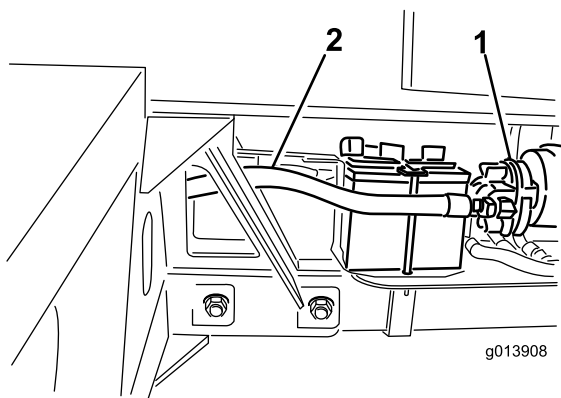

Bild 12
37. Schließen Sie den Hydraulikschlauch Nr. 4 an der Ansaugseite der Hydraulikpumpe an (Bild 12).